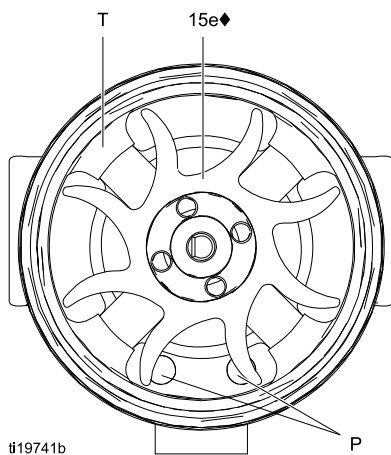
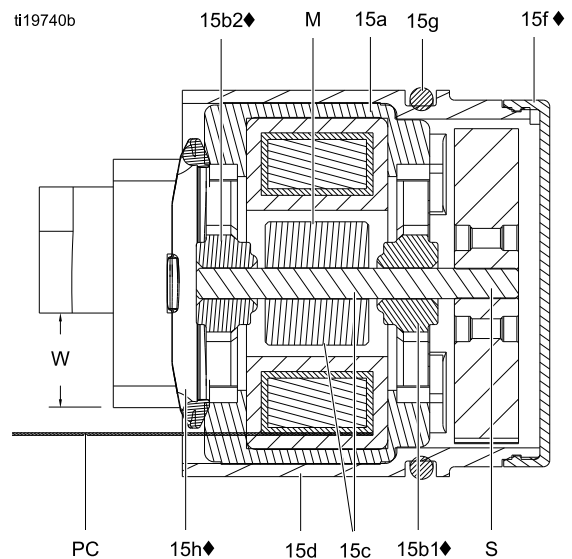

Figure 34 Orientación del ventilador
Figure 35 Corte transversal del alternador
12. Sostenga el conjunto de bobina (15a) en un banco de trabajo con el extremo del ventilador orientado hacia arriba. Presione el ventilador (15e♦) sobre el extremo largo del eje (S). Las paletas del ventilador deben estar orientadas como se muestra.
13. Con cuidado, presione el conjunto de bobina (15a) en la parte frontal del alojamiento (15d♦) mientras alinea la clavija de la bobina con la ranura del alojamiento. El conector de 3 cables (PC) debe posicionarse debajo de la muesca más ancha (W) de las lengüetas del alojamiento, como se muestra en la Fig. 35. Asegúrese de que las clavijas de alineación (P) de la bobina estén ubicadas como se muestra en la Fig. 34.
14. Rote el ventilador (15e) de forma tal que sus paletas no bloqueen las 4 lengüetas del cojinete (T) en la parte trasera del alojamiento. Asegúrese de que las hojas del cojinete inferior (15b1♦) estén alineadas con las lengüetas.